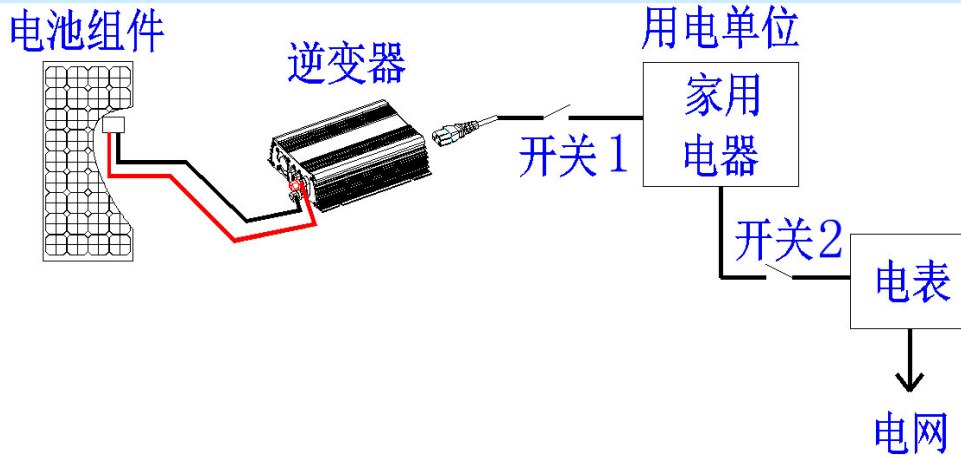

图 1
- 太阳能发电与市电之间必须安装断路器（如图 1 所示的“开关 1”），并且该开关之前的电路不能连接任何负载；
- 光伏系统使用中需要断开市电开关时，必须先切断光伏发电（如断开图 1 所示的“开关 2”）；